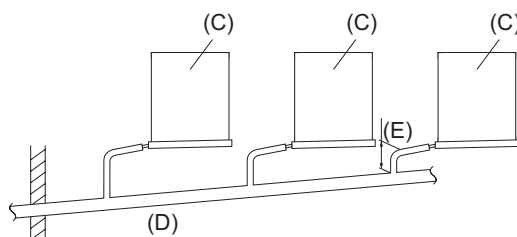

Рис. 2.
- 4) Магистральный участок дренажного трубопровода должен располагаться на 10 см ниже штуцера внутреннего прибора (рисунок 2).